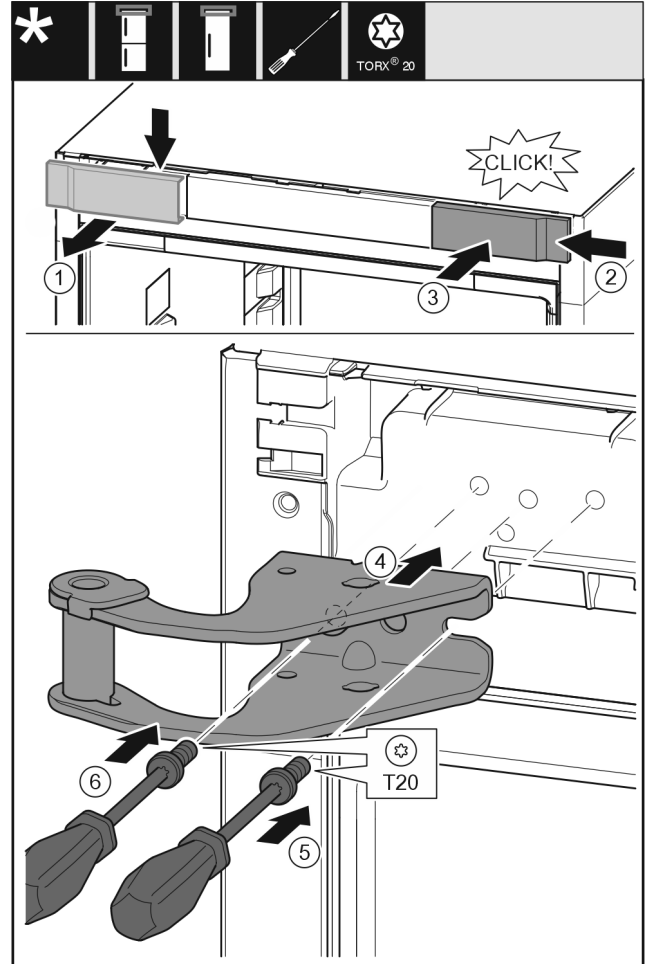

Fig. 9
- Irrota suojus ylöspäin eteen. Fig. 9 (1)
- Ripusta suojus paikoilleen 180° käännettynä toiselle puolelle oikealta. Fig. 9 (2)
- Anna suojuksen lukittua paikoilleen. Fig. 9 (3)
- Aseta ylempi laakeripukki paikoilleen. Fig. 9 (4)
- Aseta ruuvi paikoilleen T20-ruuvimeisselillä ja kiristä se. Fig. 9 (5)
- Aseta ruuvi paikoilleen T20-ruuvimeisselillä ja kiristä se. Fig. 9 (6)